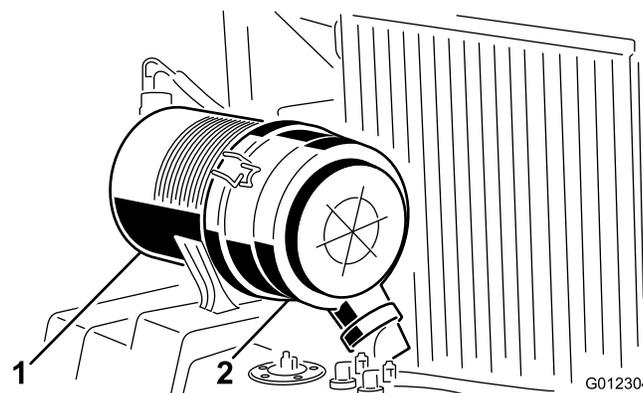

Bild 30
2. Lösen Sie die Laschen, mit denen die Abdeckung am Luftfilterkörper befestigt ist (Bild 30).